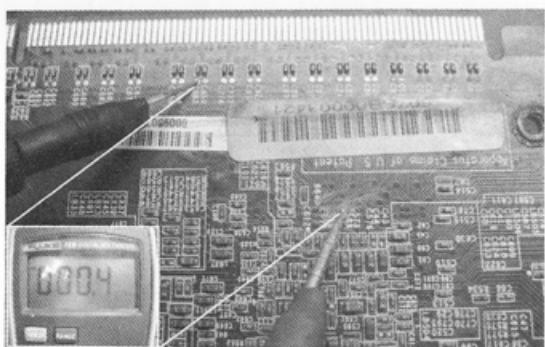

图 5-17 跑线
(4) 从耦合电容沿着线路跑到 GPU 后面的过孔，如图 5-17 所示。